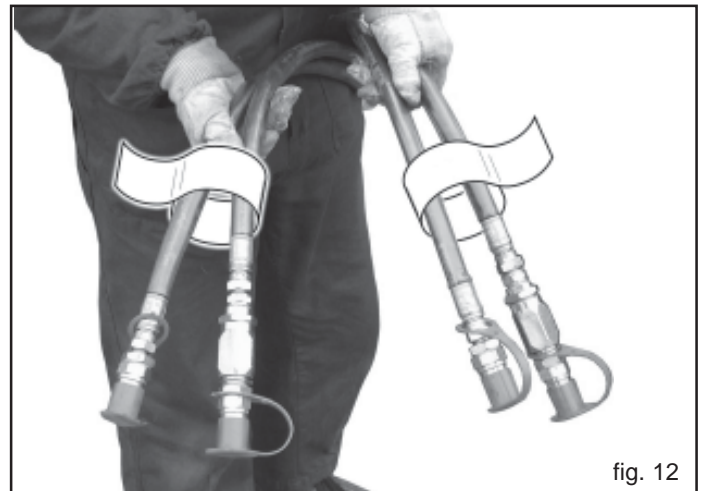

fig. 12
- 6) Die öldynamischen Schläuche unter Befolgen der an jedem Schlauch angebrachten Anleitungen korrekt an den Verteilern des Schleppers (siehe Kapitel 3.1) anschließen (Abb. 12).